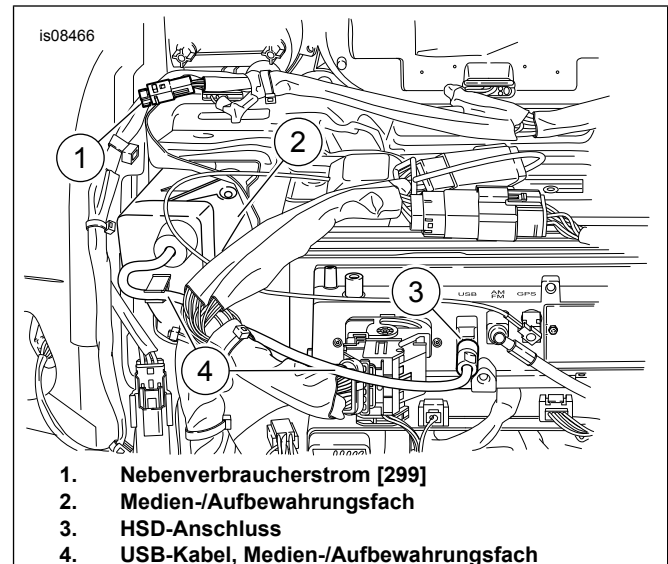
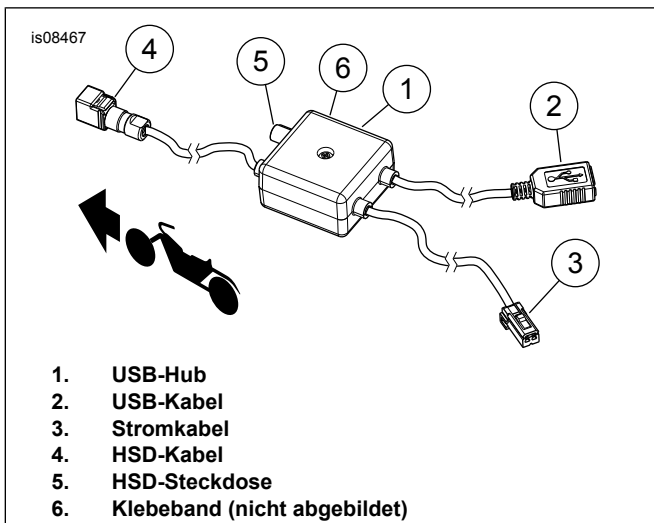

Abbildung 1. Verkabelungsstellen am USB-Hub
Abbildung 2. Stromlaufplan USB-Hub
1. Siehe Abbildung 1. Das USB-Kabel (4) vom HSD-Anschluss (3) an der Rückseite des Radios abstecken.
2. Siehe Abbildung 2. Stromkabel (3) am Nebenverbraucherstrom anschließen [299] (1, Abbildung 1).
3. HSD-Kabel (4, Abbildung 2 ) mit HSD-Anschluss (3, Abbildung 1 ) verbinden.
4. USB-Kabel (4, Abbildung 1 ) in HSD-Steckdose (5, Abbildung 2 ) einstecken.
6. Das USB-Kabel (2, Abbildung 2 ) am Einsatz entlang, am Rahmen entlang und über das Schutzblech in den Tour-Pak oder die Satteltasche verlegen. Nach Bedarf mit Kabelbindern befestigen.
2. Die Verlegung des USB-Kabels (2, Abbildung 2 ) durchführen, und zwar gemäß Verlegung des vorhandenen Bordsteckdosenkabels.